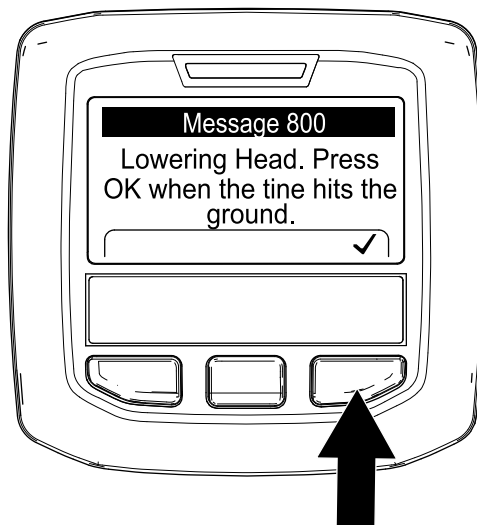

図 69
6. いずれかのタイヤが地面に接触したら、Lowering Head という画面でインフォセンターの右ボタンを押す 図 69。